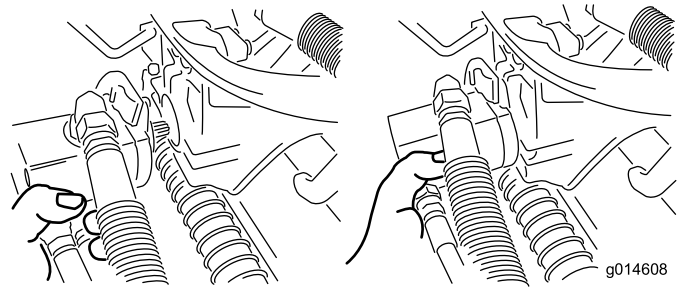

Bild 50
- Legen Sie den Motor am Aufbewahrungsort vorne am Aufhängearm ab (Bild 50).